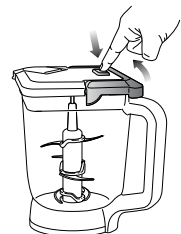

Fig. 8
- 16 Pour obtenir des consistances plus épaisses, retirez d'abord le couvercle en appuyant sur le bouton de dégagement et en tirant la poignée du couvercle jusqu'à un angle de 90 degrés pour soulever le couvercle du pichet. Puis, enlevez délicatement le jeu de lames superposées par le haut de la tige. Placez le jeu de lames superposées loin de la zone de travail afin d'éviter tout contact accidentel. Enfin, videz le contenu du pichet. (Fig. 8)